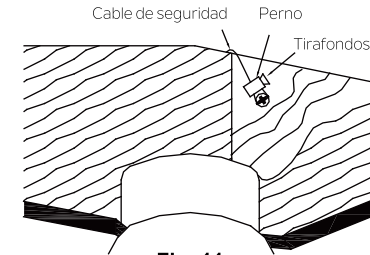

Fig. 11
**Paso 2.** Inserte el cable de seguridad a través del soporte de montaje y uno de los orificios de la caja de distribución eléctrica hasta el interior del techo. Ajuste la longitud del cable de seguridad para alcanzar el tornillo y las arandelas jalando todo el cable extra a través del sujetacables hasta que la longitud total sea la correcta; coloque el extremo del cable hacia atrás a través del sujetacables, formando un bucle al final del cable. Ajuste el sujetacables con firmeza. Ahora, coloque el bucle al final del cable de seguridad por encima del tirafondos y por debajo de la arandela. Ajuste bien el tirafondos. (Fig. 11)